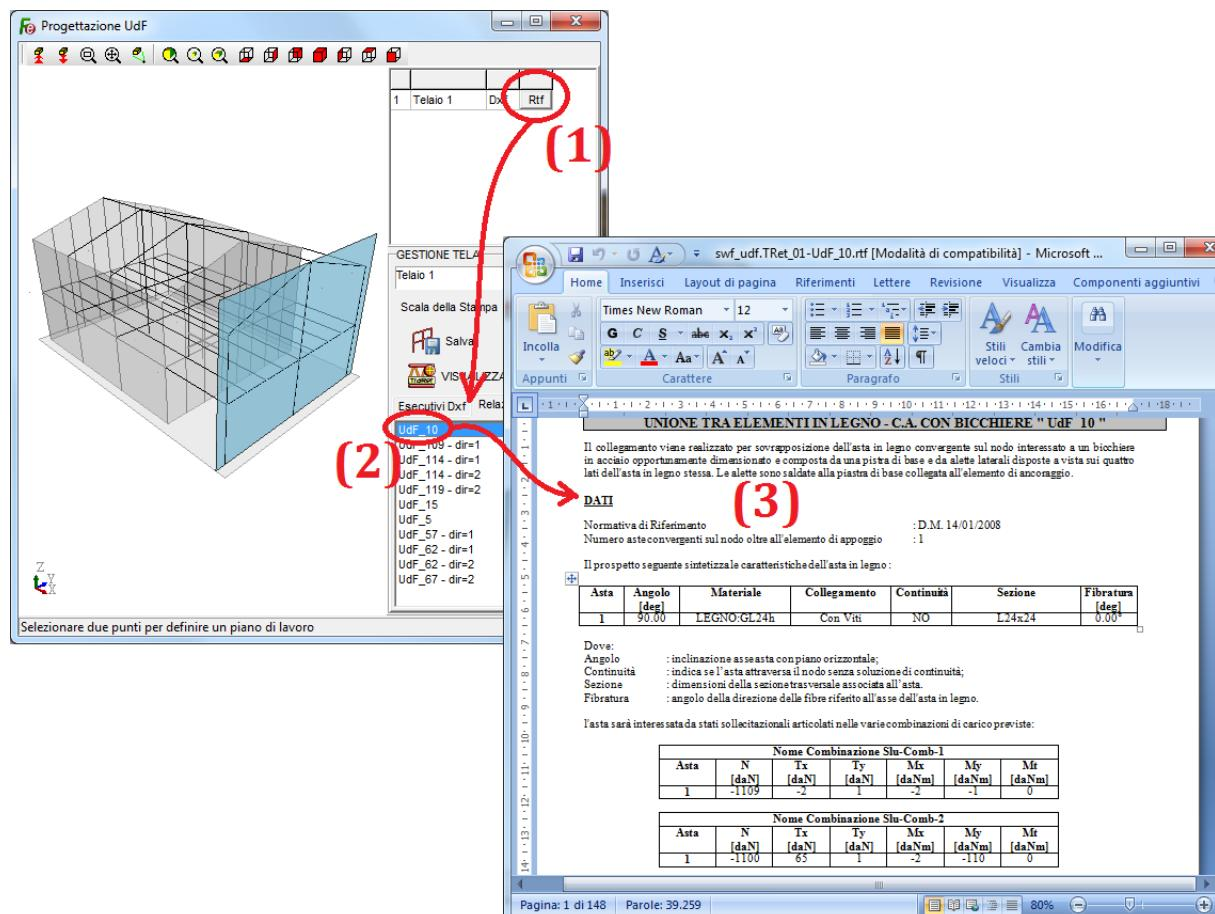

Figura 82
A questo scopo con riferimento alla figura 82 cliccare (1) proprio sulla colonna della lista dei telai denominata “Rtf” in corrispondenza della riga “Telaio 1” una prima volta (per attivare il pulsante) e successivamente una seconda volta per lanciare il comando.